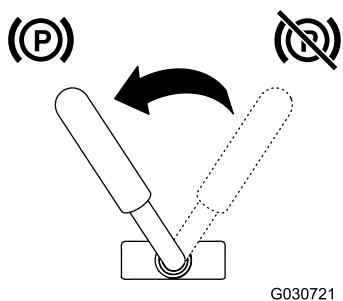

Figure 13
- Pour serrer le frein de stationnement, tournez le levier vers la gauche (Figure 13).